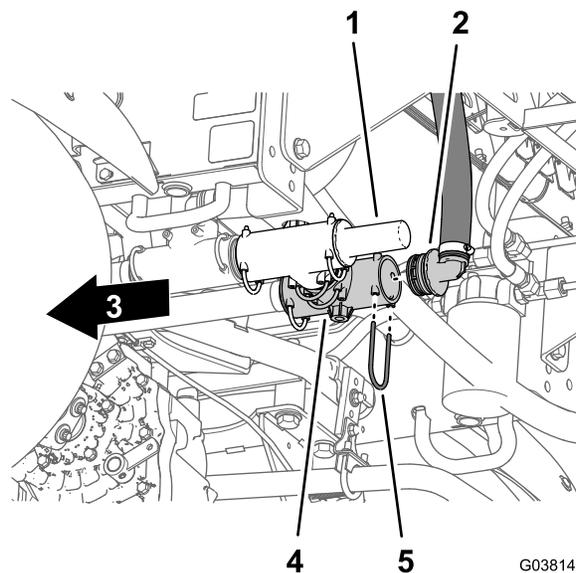

図 23
2. T字フィッティングから、バーブ付き90°フィッティングを外す 図 23。
1. 機体後部で、散布用給液ホースの、戻りホースのバーブ付き90°フィッティングを水圧リリースバルブの車両中心側にあるT字フィッティングに固定しているリターナを取り外す 図 23。